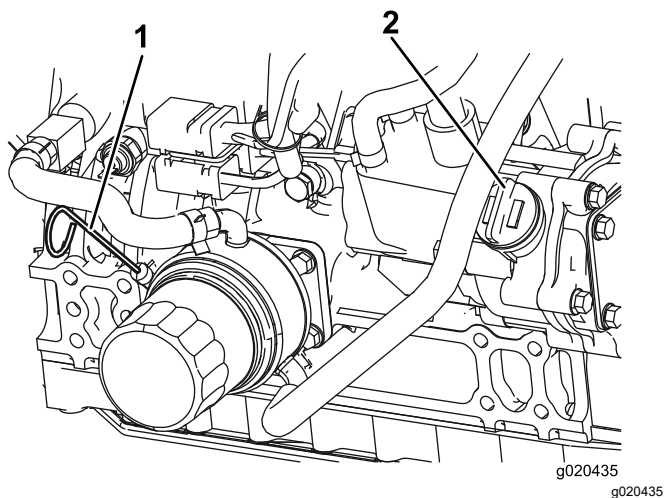

Figura 78
El nivel de aceite debe estar en el intervalo seguro (Figura 78).
4. Si el nivel de aceite está por debajo del intervalo seguro, retire el tapón de llenado (Figura 78) y añada aceite hasta que el nivel llegue a la marca Full (lleno).